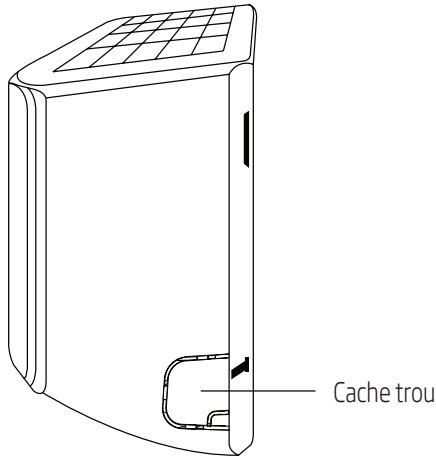

Fig. 5.3
2. Si le trou est derrière l'unité, gardez le cache trou en place. Si le trou se trouve sur le côté de l'unité intérieure, retirez le cache trou en plastique se trouvant de ce côté. (Voir Fig. 5.3). Cela crée une fente à travers laquelle le tuyau sortira de l'unité. Utilisez une pince de serrage si vous ne pouvez pas enlever le cache en plastique à la main.